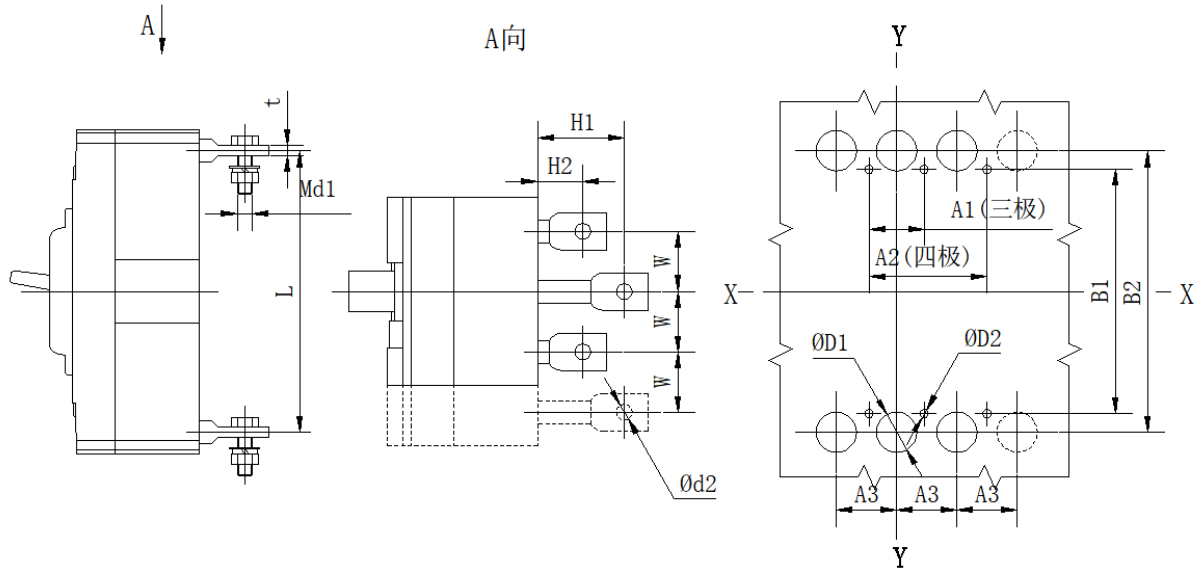

图 4
5.3 HSM6-400、800 板后接线外形及安装、开孔尺寸见图 4、表 10